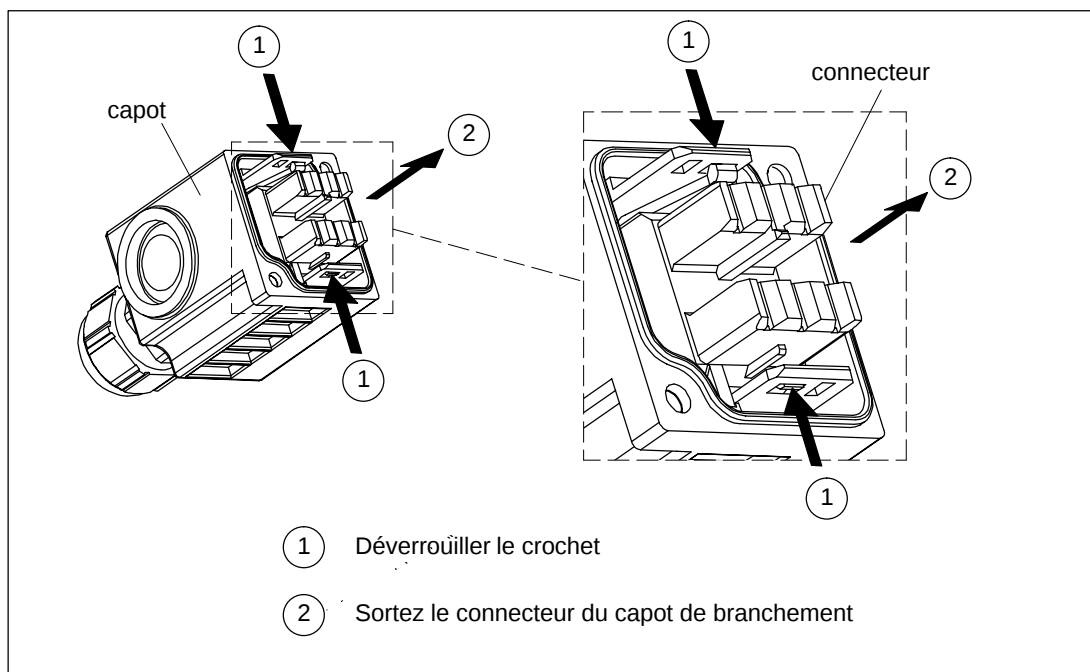

Figure 4-8 Démonter le connecteur du capot de branchement
1. Déverrouillez les deux crochets avec un objet pointu, comme l'indique la figure 4-8.